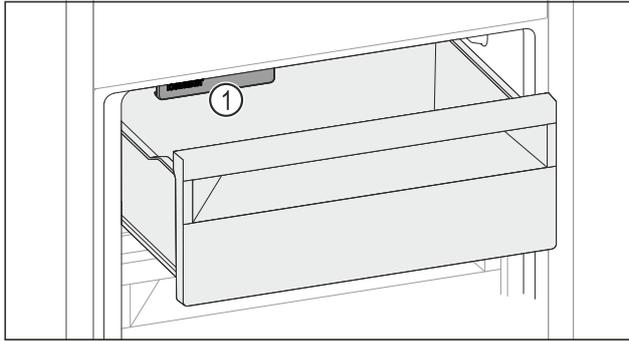

Fig. 126
- ▶ 请考虑 IceMaker Fig. 126 (1)。